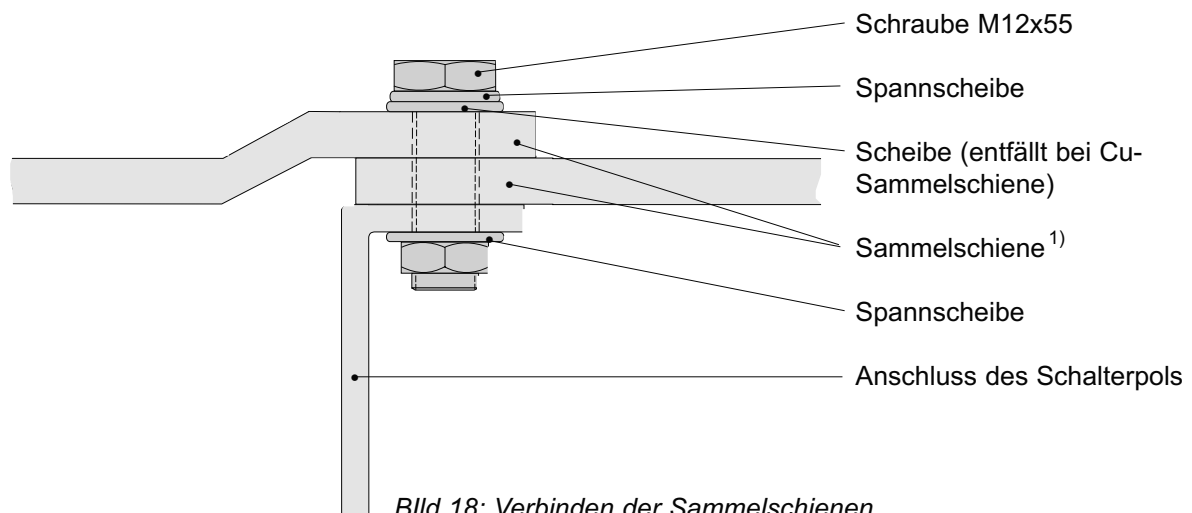
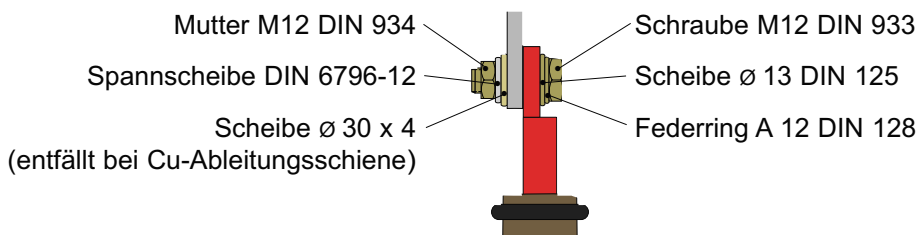

Bild 18: Verbinden der Sammelschienen
Bild 21: Kabelanschluss
Gemäß *Bild 18* werden die Sammelschienen von Feld zu Feld gelascht und direkt am oberen Anschluss des Schalterpols verschraubt. Die Löschkammern dürfen **nicht** verspannt werden, da sonst das zentrische Einschlagen der Schaltmesser in die Löschkammern nicht mehr gewährleistet ist. Die Anschlußschrauben sind beim Anziehen (75 Nm Anzieh-Drehmoment) der Mutter mit einem zweiten Schraubenschlüssel gegenzuhalten.
Anschließend werden die oberen Anschlußkontakte mit der Sammelschiene verbunden (Bild 18) und der Kabelanschluss befestigt (Bild 21). Zum Schluß wird die Einschubklappe, die sich unterhalb der Frontblende befindet, montiert
Beim Ausbau des Lasttrennschalters (Erdungsschalter einschalten!) muß zuerst der Sammelschienenanschluss (Bild 18) und die Kabelbefestigung (Bild 21) gelöst werden. Die seitlich zwischen den Feldrahmen eingebaute Einschubklappe (5) abmontieren, danach
Die Kabel- und Endverschlussbefestigung sowie der Kabelanschluss ist unter Verwendung der in Höhe und Tiefe verstellbaren verzinkten Endverschlusshalterungen entsprechend Bild 21 durchzuführen. Beim Anschließen der Leitungen ist darauf zu achten, daß an den Anschlusskontakten des Lasttrennschalters weder Zug,- Schub- noch Verdrehungskräfte auftreten.